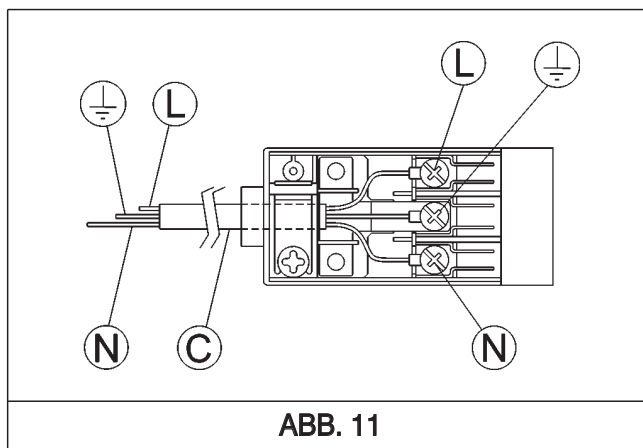

ABB. 11
- falls am Stromanschlusskabel „C“ kein Stecker montiert ist (s. Abb. 11), so ist ein geeigneter Stecker zu montieren, der für die auf dem Hinweisticket angegebenen Leistungsdaten geeignet ist. Die Drähte sind wie in Abb. 11 angegeben anzuschließen, wobei auf folgende Übereinstimmungen zu achten ist.